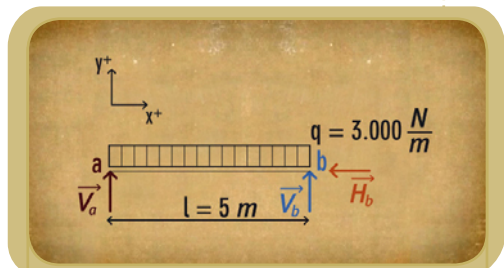

Figura 30. Diagrama de sólido libre
a. Dibujamos el diagrama de sólido libre (figura 30).